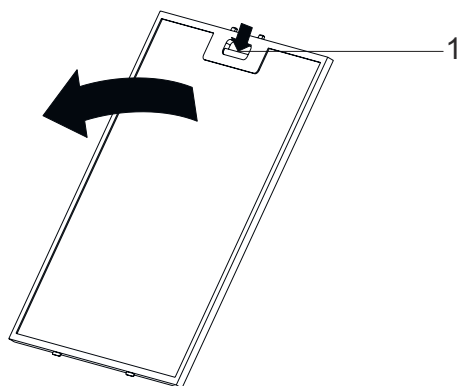

Fig. 10
- Premir o separador do filtro de alumínio (1) e puxar o filtro de alumínio na direção da seta (Fig. 10).